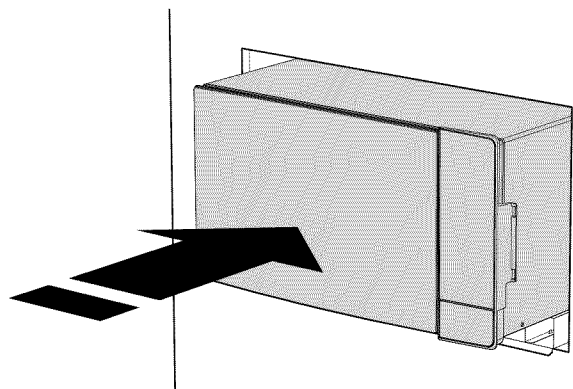

Ilustración 4
1. Coloque el horno al lado de la abertura de la pared o gabinete. Conecte el cordón de alimentación al tomacorriente eléctrico. Guíe con cuidado el horno dentro de la abertura preparada. Deslice el horno sobre el conjunto del ducto inferior. Evite que el cable quede entre el horno y la pared. Ajuste la posición del horno para que se apoye en el conjunto del ducto inferior pero no lo introduzca por completo. Vea la ilustración 4.